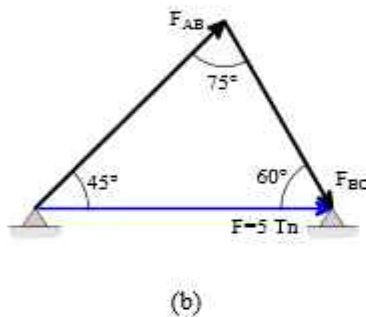

Figura 1.14
Paso ①: En la figura 1.14 (b), se muestra la ley del triángulo (Caso especial de la ley del paralelogramo).
Paso ②: Solución trigonométrica: aplicamos la ley de senos en el triángulo de la figura 1.14 (b), con los datos iniciales: